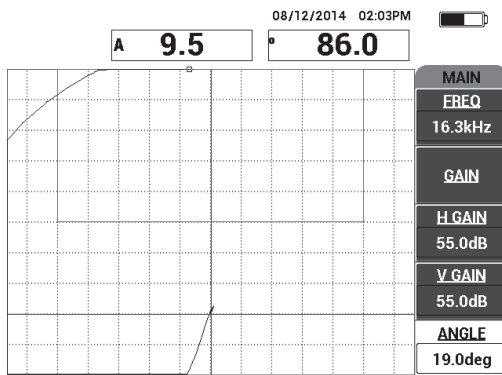

Рис. 6-66 Настройка угла для перемещения точек вверх
2. Поднимите преобразователь в воздух и нажмите клавишу меню MAIN (📶), настройте УГОЛ (клавиша E), так чтобы точки на схеме XY переместились вверх (см. Рис. 6-66 на стр. 184).